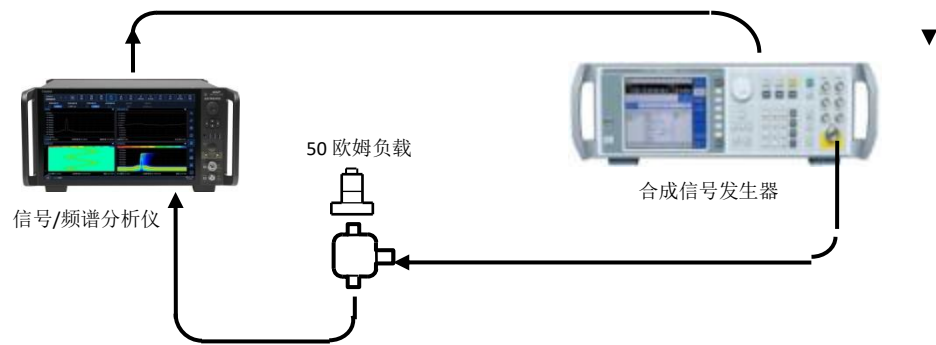

图 7.16 射频输入 1 频率响应测试示意图 (2Hz ~ 50MHz)
- 39) 如图 7.16 连接测试仪器和设备, 功分器的两个输出端分别接 50 欧姆负载和 4082 信号/频谱分析仪;